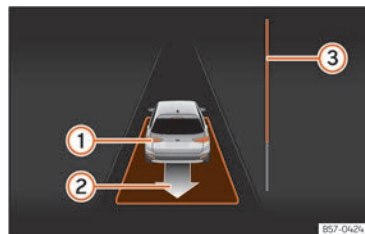

Fig. 206 No ecrã do painel de instrumentos: sair do estacionamento de um lugar em linha.
- Retroceda até soar o sinal contínuo do ParkPilot; **OU**: faça marcha-àtrás até aparecer a indicação de fazer marcha à frente no ecrã do painel de instrumentos. A barra de progresso » **Fig. 206** **③** indica a distância a percorrer » **Página 306**.